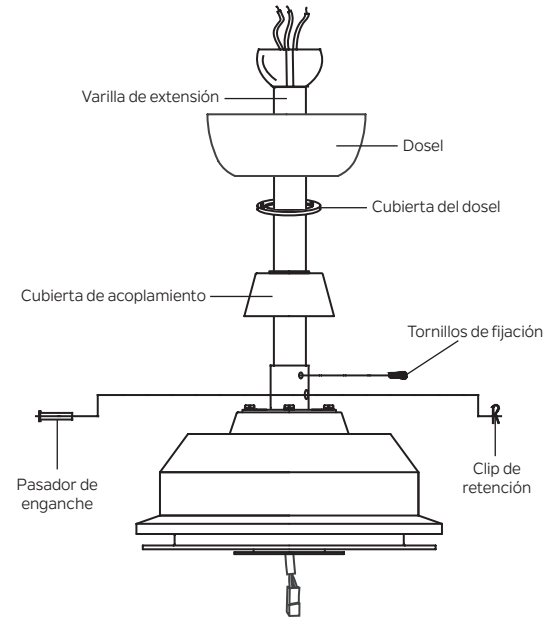

Figura 9
**Paso 8.** Deslice la cubierta del acoplamiento, conecte el anillo, la cubierta del dosel y el dosel con la varilla de extensión. (Figura 9)
Enrosque la bola de suspensión en la varilla de extensión, inserte el pasador transversal a través la varilla de extensión y apriete. Luego, apriete el tornillo de fijación. (Figura 9)